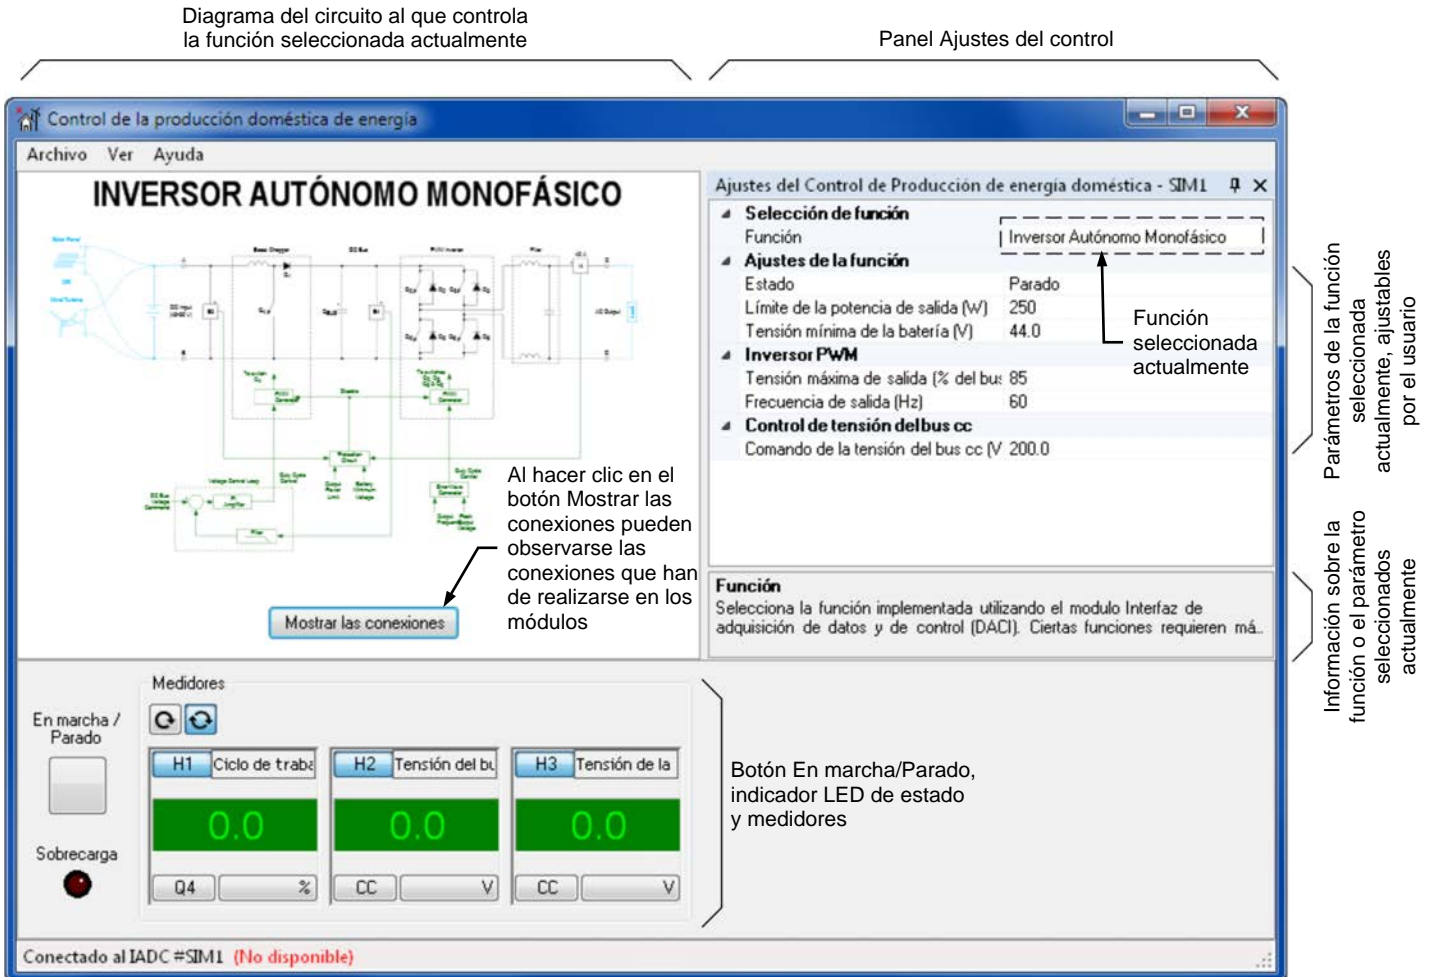
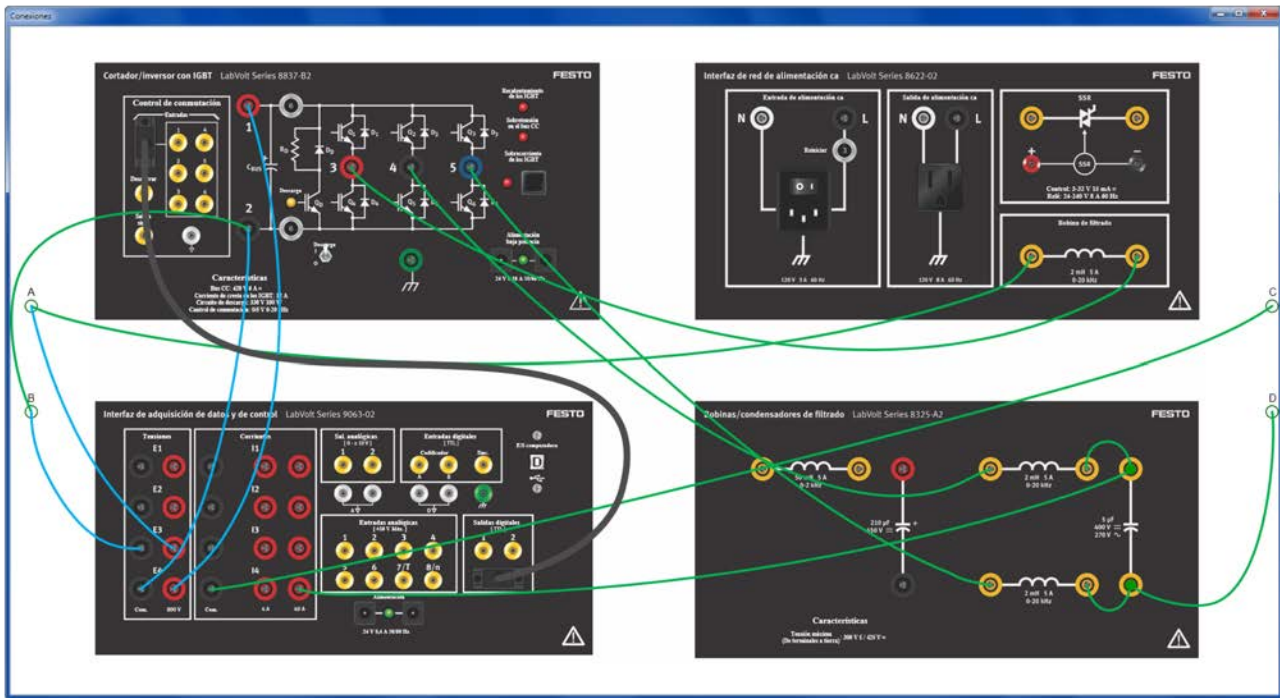

Figura 10. Ventana *Control de la producción doméstica de energía*.
Figura 11. Ventana *Conexiones* que muestra las conexiones necesarias en los módulos a fin de implementar la función *Inversor autónomo monofásico*.
14. Tras iniciar una función de control aparece una ventana en la que el usuario puede seleccionar la función específica que desea implementar y ajustar sus parámetros. Por ejemplo, la figura 10 muestra la ventana de control que aparece al seleccionar la función *Control de la producción doméstica de energía*.
- El panel *Ajustes del control* de esta ventana le permite al usuario seleccionar la función que desea implementar y ajustar los parámetros correspondientes de dicha función. Por ejemplo, en la figura 10 la función que se ha seleccionado es *Inversor autónomo monofásico*. Cada parámetro de esta función puede ajustarse haciendo clic en el nombre del parámetro e ingresando el valor deseado, o seleccionando este valor a partir de la opción correspondiente en el campo que está al lado del parámetro. La sección inferior del panel *Ajustes del control* muestra información sobre la función o el parámetro seleccionados.
- Finalmente, la ventana de control muestra un diagrama del circuito eléctrico al que controla la función seleccionada en el panel *Ajustes del control*. Al hacer clic en el botón *Mostrar las conexiones*, debajo del diagrama, aparece la ventana *Conexiones*, que muestra las conexiones que deben realizarse en los módulos al hacer el montaje de los equipos para la función seleccionada (ver la figura 11). Las conexiones que muestra la ventana *Conexiones* corresponden a las que se representan mediante líneas negras en la figura 10.